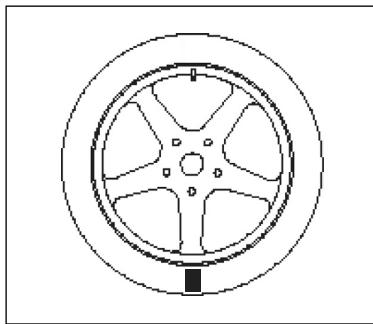

Figura F5.6 – Gire o pneu 180 graus para a posição correspondente à do bocal
- 5) Remova o pneu do eixo de equilíbrio e separe o pneu do aro e, em seguida, gire a posição marcada do pneu para a posição relativa do bocal do pneu, conforme mostrado na Figura F5.6;